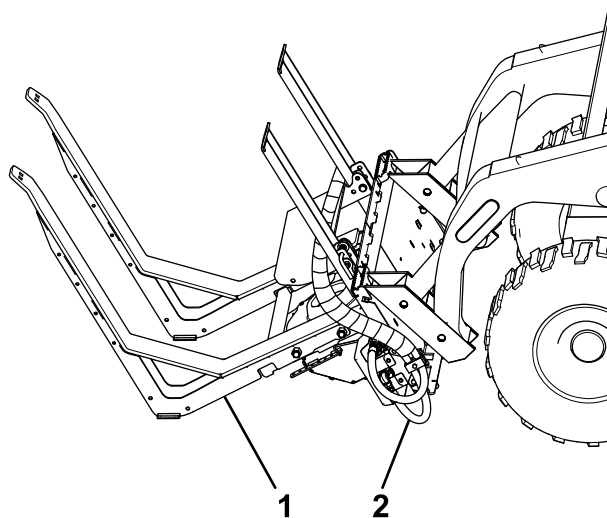

Figure 11
2. Conduisez la machine en marche avant dans l'arrière du cadre d'épandage (Figure 11).
5. Branchez les flexibles hydrauliques aux prises de branchement sur la machine (Figure 11).